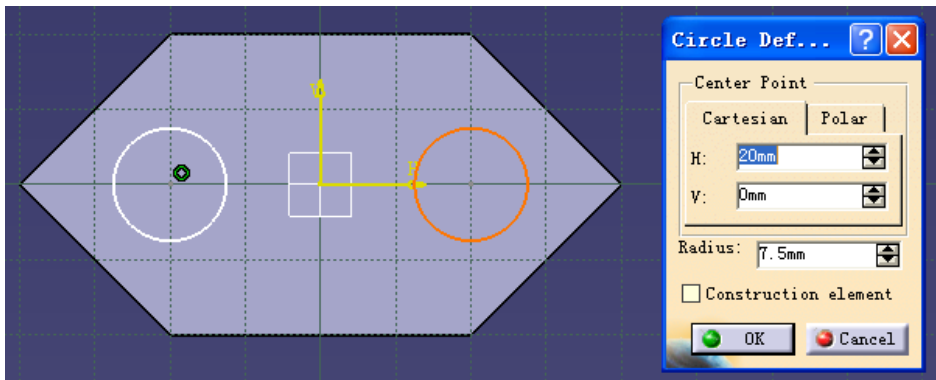

图 3-86
- (3) 选择 *yz plane*（按模型的前部）后，进入 *Sketcher*。用 *Circle* 画如图 3-86（设圆的直径为 15mm）。